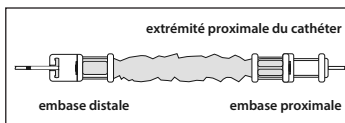

Figure 4
- ◊ Insérer l'extrémité du cathéter souhaité à travers l'extrémité proximale de la gaine anticontamination du cathéter. Faire progresser le cathéter dans la tubulure et l'embase à l'autre extrémité (voir Figure 4).